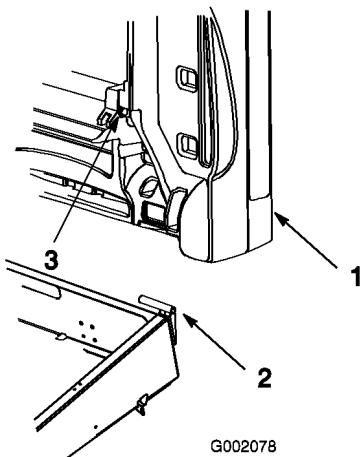

Bild 9
3. Schieben Sie das Befestigungslöch der Pritsche über die Schwenkhalterung (Bild 9).